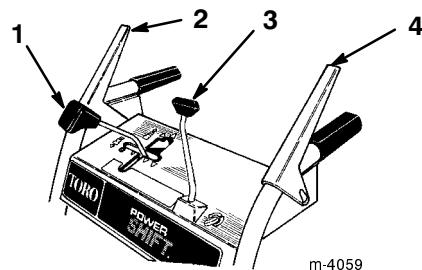

Figure 13
- Commande de changement de vitesse** (Fig. 13)—La commande possède une position de point mort, quatre vitesses en marche avant et deux vitesses en marche arrière. Elle commande aussi la force motrice des roues. Pour sélectionner un rapport, placez le levier dans la position souhaitée.
- Commande de tarière/roue hélice** (Fig. 13)—Pour embrayer la tarière et la roue hélice, serrez la manette contre la poignée de droite du mancheron de droite. Pour les débrayer, lâchez la manette.
- Commande de traction** (Fig. 13)—Pour embrayer la traction (entraînement des roues), serrez la manette contre la poignée du mancheron de gauche. Pour arrêter la traction, lâchez la manette.
- Commande d'orientation de l'éjecteur** (Fig. 13)—Tournez la commande d'orientation dans le sens des aiguilles d'une montre pour déplacer l'éjecteur vers la droite, ou en sens contraire pour le déplacer vers la gauche.
2. Vérifiez si la manette de commande de tarière/roue à hélice et la manette de commande de traction sont bien débrayées (Fig. 13).